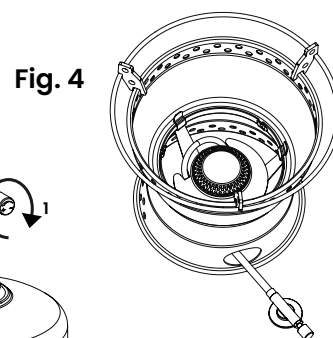
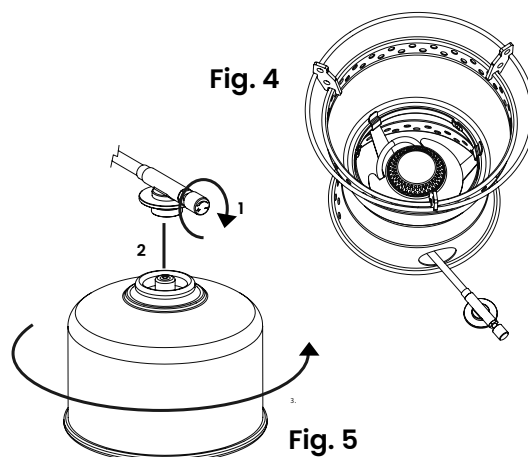

Fig. 4
Fig. 5
- Tag fat i brænderens brænderbeslag (7), og hægt armene på inderkanten af vindskærmens bund (5). Monter grydeholderen (4) på vindskærmens øverste kant. Afslut som vist i Fig. 4.
- Afbryd ventilen (10) helt ved at dreje ventilens reguleringsknop (11) så meget som muligt.
- Hold patronen* i opretstående position, og anbring ventilen (10) vertikalt oven på patronen. Skru forsigtigt patronen ind i ventilen (10), indtil den er i kontakt med ventilens O-ring. Undgå at skru patronen skævt på. Skru kun patronen fast ved håndkraft (Fig. 5). Træk slangen ud for at holde patronen så langt fra brænderen som muligt.